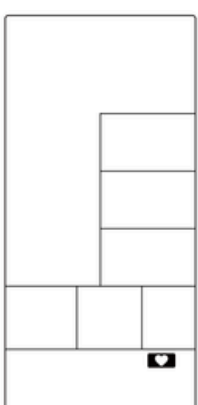

Figura 16
b. La ventana de INTERVAL10/20, INTERVAL20/10, INTERVAL CUSTOM, READY, WORK, REST, TIME, DISTANCE, CALORIES, WATTS, SPEED, RPM parpadeará en secuencia cada 1 segundo (Figura 4 ~ Figura 16). Si no hay ninguna entrada de tecla, señal de RPM o pulso durante 60 segundos, la computadora entrará en modo de suspensión.